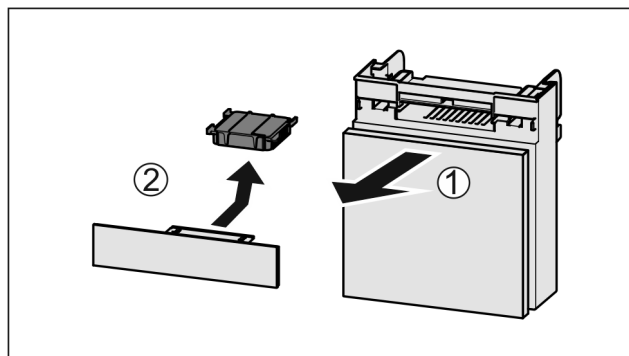

Fig. 34
- ▶ Træk rummet fremad Fig. 34 (1).
- ▶ Tag aktivkulfilteret Fig. 34 (2) ud.